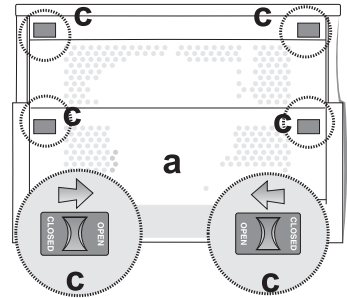
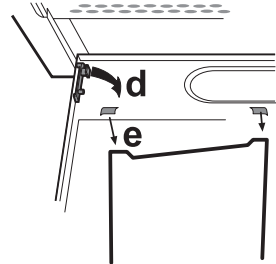

Fig. 1
Fig. 2
3. Ouvrez la grille postérieure (a - fig. 1).
3. Retirez les grilles d'aspiration (c - fig. 1 / d - fig. 2).
5. Retirez le filtre à graisses sale (e - fig. 2).